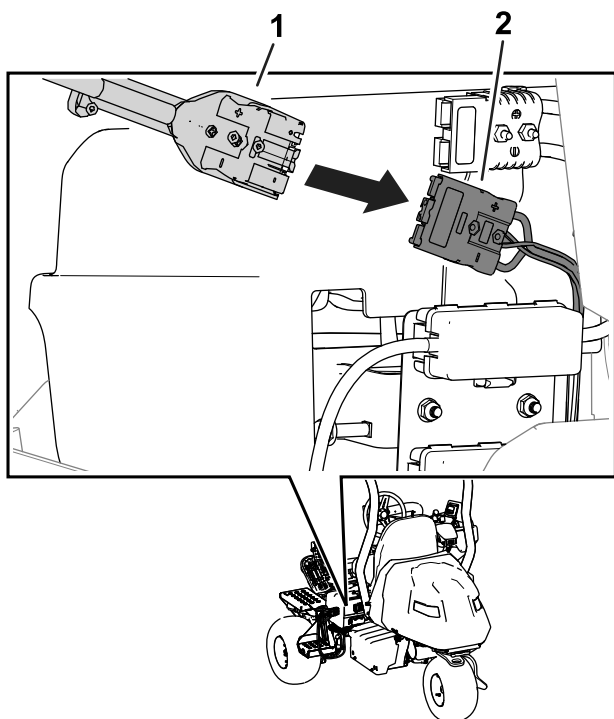

Bild 35
7. Schieben Sie den Ladegerät-Ausgangsstecker in den Ladegerätanschluss in der Maschine (Bild 35).